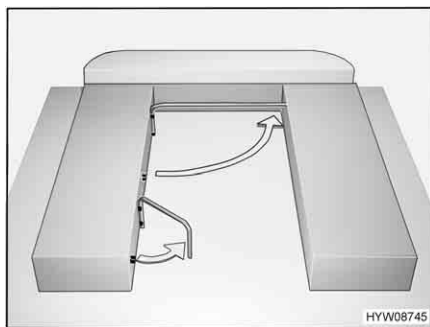

Fig. 46 Preparazione per la trasformazione dei letti
- Sganciare la staffa di supporto del vano sedile sinistro e ruotarla di circa 45° come illustrato nella Fig. 46.